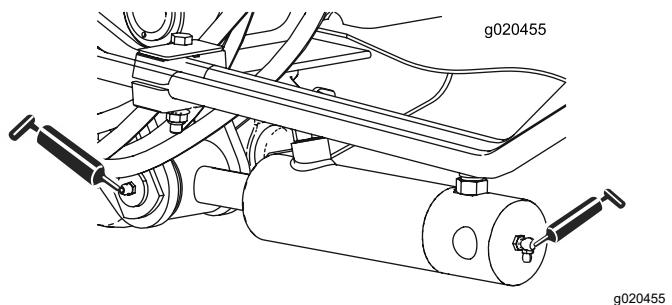

Рисунок 79
- Втулки цилиндров подъемных рычагов (2 шт.с каждой стороны) (Рисунок 79)